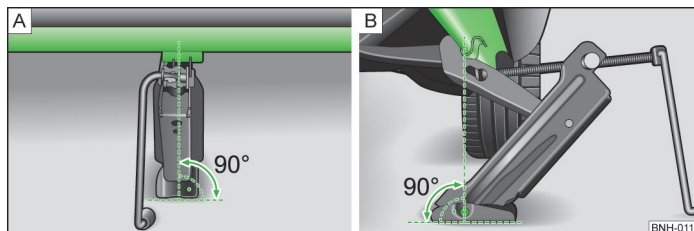

Abb. 150 Wagenheber ansetzen
- › Den Wagenheber so ansetzen, dass die Klaue den Steg umfasst » Abb. 150 - **B**.
- › Die Grundplatte des Wagenhebers mit ihrer gesamten Fläche auf einem geraden Untergrund abstützen und sicherstellen, dass sich der Heber in senkrechter Position zur Stelle, an der die Klaue den Steg umfasst, befindet » **Abb. 150 - A**.